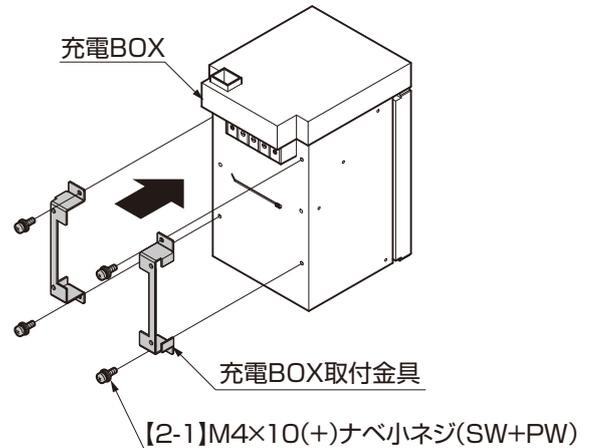

図5-6
- ②充電BOX取付金具を各充電BOXに、[2-1]で取付けてください。(図5-6参照)